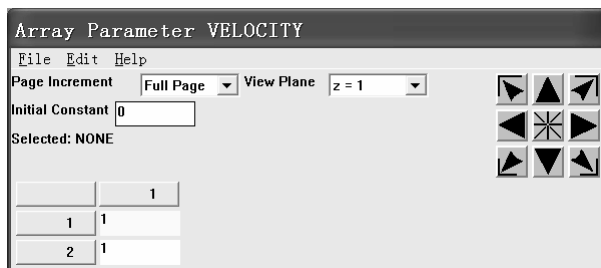

图 5-46 “Array Parameter VELOCITY” 窗口
(5) 单击“Array Parameter TIME”窗口左上角的“File”下拉菜单，再单击下拉菜单中出现的“Apply”，再次单击“Array Parameter TIME”窗口左上角的“File”下拉菜单，接着单击下拉菜单中出现的“Quit”返回到“Array Parameters”窗口。
(6) 选中“Array Parameters”窗口中的“VELOCITY”，然后单击“Edit...”按钮，弹出“Array Parameter VELOCITY”窗口（见图 5-46）。在“Array Parameter VELOCITY”窗口左下方的两个方框中依次填入“1”、“1”。